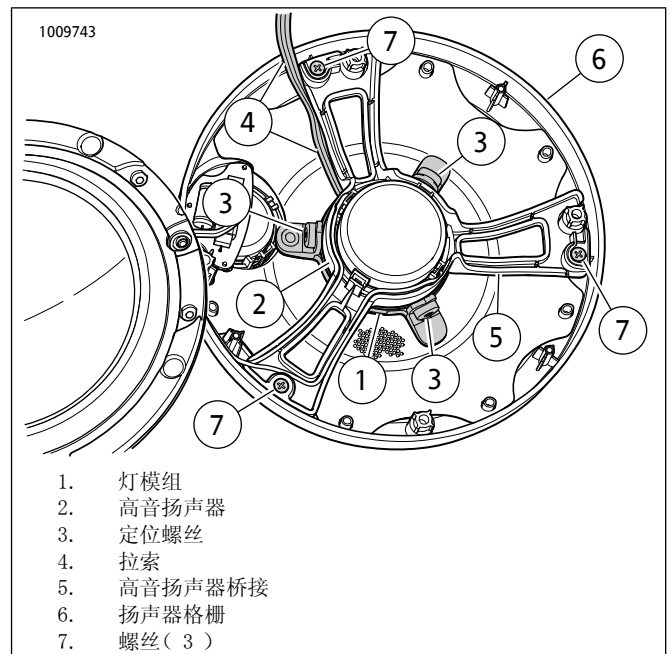

图19。扬声器格栅、高音扬声器桥接和LED灯
4. 参见图19。拆下将高音扬声器桥接(5)固定至扬声器格栅(6)的三个螺丝,然后将两者小心地分开。小心操作,不要损坏或拉紧高音扬声器电线。保留五金件待用。
参见图19。按照图示将灯模组(1)置于高音扬声器(2)上。将灯模组轻压到位。